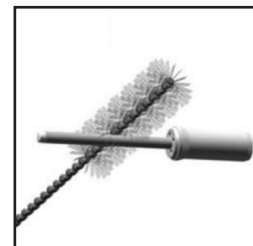

Fig. 20
- a. Quitar toda acumulación de pintura. (Ver Fig. 20)